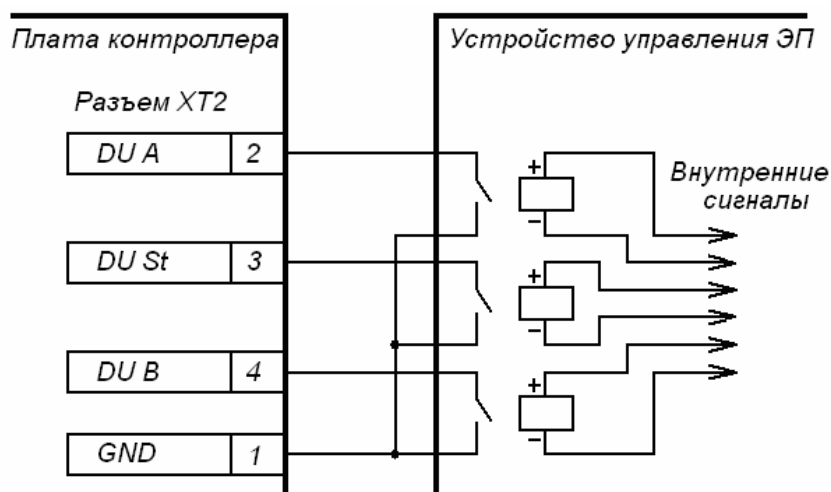

Рисунок 4 Управляющие элементы устройства радиуправления (РУ): нормально разомкнутый контакт реле;
5.4.2 Управление ЭП осуществляется подачей на контакты клеммной колодки *XT2* *DUA*, *DUS_t* и *DUB* сигнала низкого уровня относительно контакта *GND*, при этом управляющим элементом могут быть нормально разомкнутый контакт реле или схема с открытым коллекторным выходом (см. рис. 4 и 5).